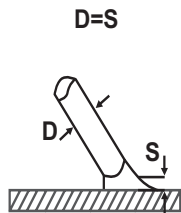

рис. 2
7.6 Как только произойдет зажигание дуги, электрод нужно держать на таком расстоянии S (см. рис. 2) от обрабатываемого материала, которое соответствует диаметру электрода D (см. рис. 2). Для получения равномерного шва далее не-